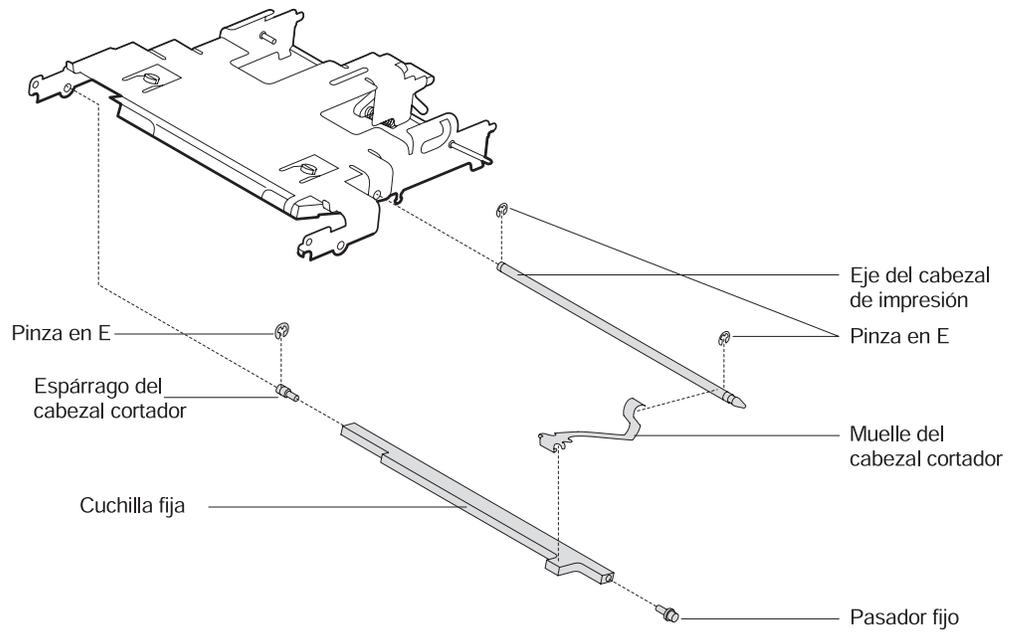
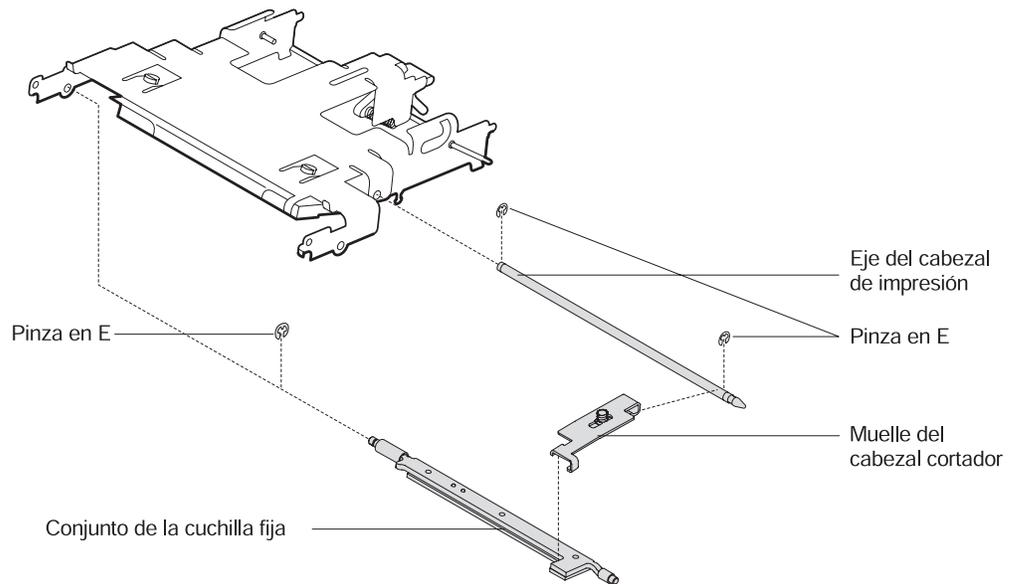

Figura 4-49. Extracción del espárrago del cabezal cortador, de la cuchilla fija y del eje del cabezal de impresión (modelo GR3 o TN3)
Figura 4-50. Extracción del espárrago del cabezal cortador, de la cuchilla fija y del eje del cabezal de impresión (modelo GR3 o TN4)
9. Si tiene la configuración de la hoja del cortador que se muestra en Figura 4-49 en la página 4-61, extraiga el **espárrago del cabezal cortador** moviéndolo a través del orificio de la pieza de sujeción del cabezal de impresión térmica.
Si tiene la configuración de la hoja del cortador que se muestra en Figura 4-50 en la página 4-61, extraiga la pinza en E, deslice la hoja del cortador hacia la izquierda y tire del lado derecho de la hoja desde el bastidor.
10. Extraiga la **cuchilla fija**. Consulte la Figura 4-49 en la página 4-61 o la Figura 4-50 en la página 4-61.
12. Extraiga las pinzas en E del lado izquierdo del eje del cabezal de impresión. Extraiga el **eje del cabezal de impresión** desplazándolo por la pieza de sujeción del cabezal de impresión. Consulte la Figura 4-49 en la página 4-61 o la Figura 4-50 en la página 4-61.